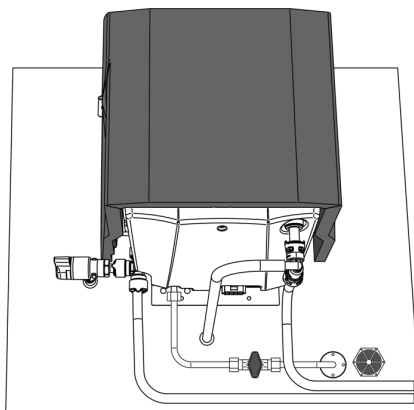

Abb. 27 Fertige Installation – Hersteller-Version
Schritt 13: Fertige Installation (siehe Abb. 27)